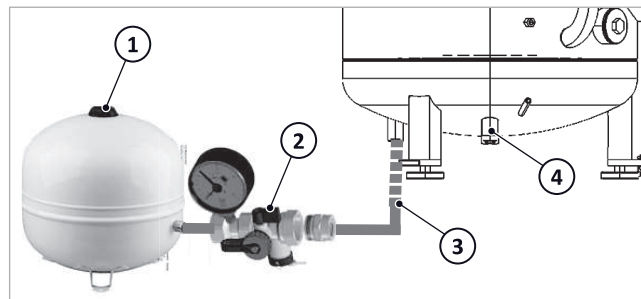

Fig. 4 : VEM avec groupe de raccordement sur le SolvisBen
Le SolvisBen peut être complété avec une installation solaire thermique. À l'intérieur, il est déjà équipé d'un accumulateur solaire à stratification → Fig. 4 (4) permettant un chargement par stratification optimal de la chaleur solaire dans l'accumulateur, et toutes les fonctions de régulation pour le mode solaire dans le système de régulation. L'échangeur de chaleur solaire SÜS-5,5 disponible en tant qu'accessoire peut être raccordé sans problème avec nos capteurs Solvis à SolvisBen avec le matériel de montage adapté.